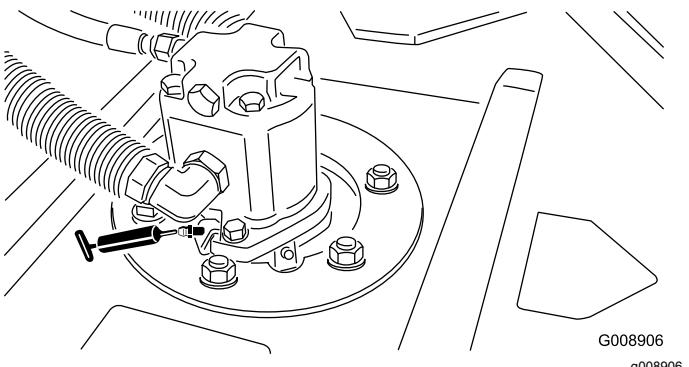

図 35
- カッティングユニットのスピンドルシャフトのベアリングユニット2台に1ヶ所 — 図 35